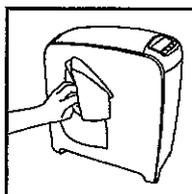

Fig. 43
- Passez un linge humide sur le boîtier du laveur d'air pour le nettoyer et le dépoussiérer (fig. 43).